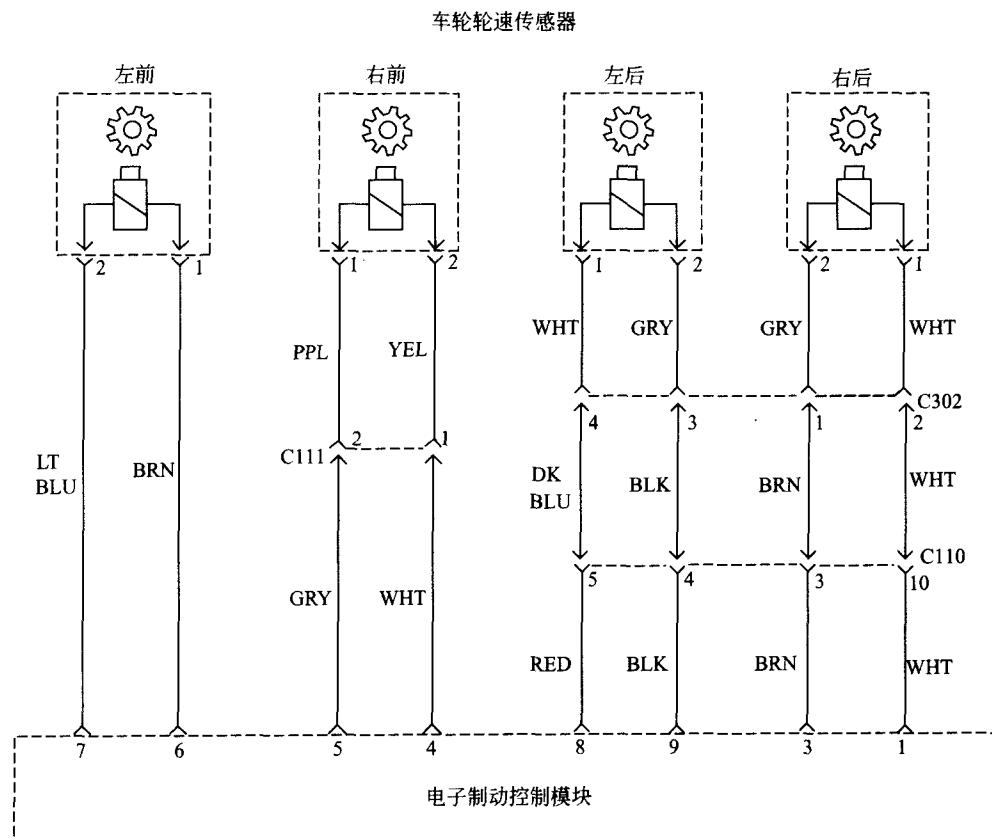

图 1-1-3 车轮轮速传感器电路图
(1) 故障码 C0035 (左前轮速传感器电路故障) 的诊断维修 (图 1-1-3)
(2) 故障码 C0040 (右前轮轮速传感器电路故障) 的诊断 (图 1-1-3)
(3) 故障码 C0045 (左后轮轮速传感器电路故障) 的诊断维修 (图 1-1-3)
(4) 故障码 C0050 (右后轮轮速传感器电路故障) 的诊断维修 (图 1-1-3)